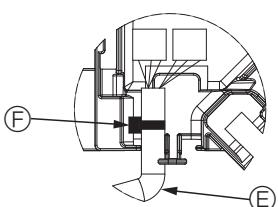

Fig. 5-11
- Coloque la abrazadera que sujetla el cable del motor de los deflectores del panel en la caja de conexión, tal como se muestra en el diagrama. (Fig. 5-11)